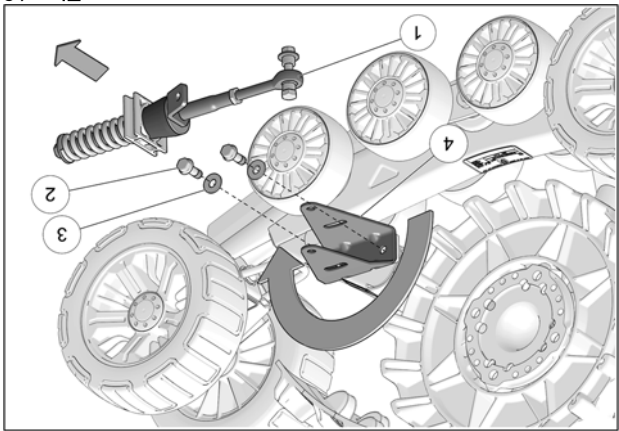

Fig. 19
4. Retirer les bras stabilisateurs (1). Retirer ensuite les boulons (2) et rondelles (3) qui fixent les ancrages anti-rotation (4) aux systèmes avant. Pivoter les ancrages anti-rotation (4) de 180°. Voir la Fig. 19